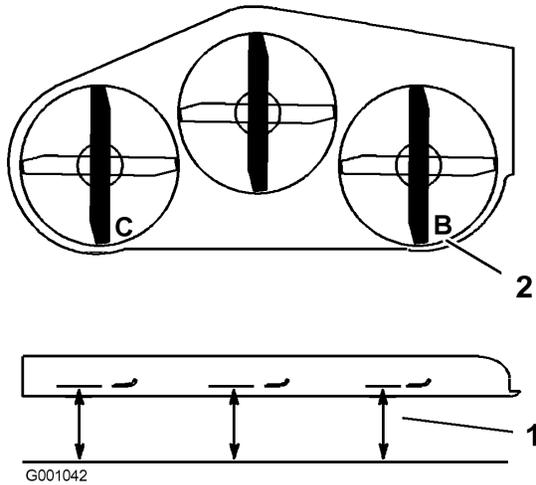

Figura 72
1. Coloque la cuchilla derecha en posición longitudinal (Figura 72).
2. Mida la cuchilla derecha en la posición **B** desde una superficie nivelada hasta el filo de corte del extremo de la cuchilla (Figura 72).
4. Coloque la cuchilla izquierda en posición longitudinal (Figura 72).
5. Mida la cuchilla izquierda en la posición **C** (Figura 72) desde una superficie nivelada hasta el filo de corte del extremo de la cuchilla.